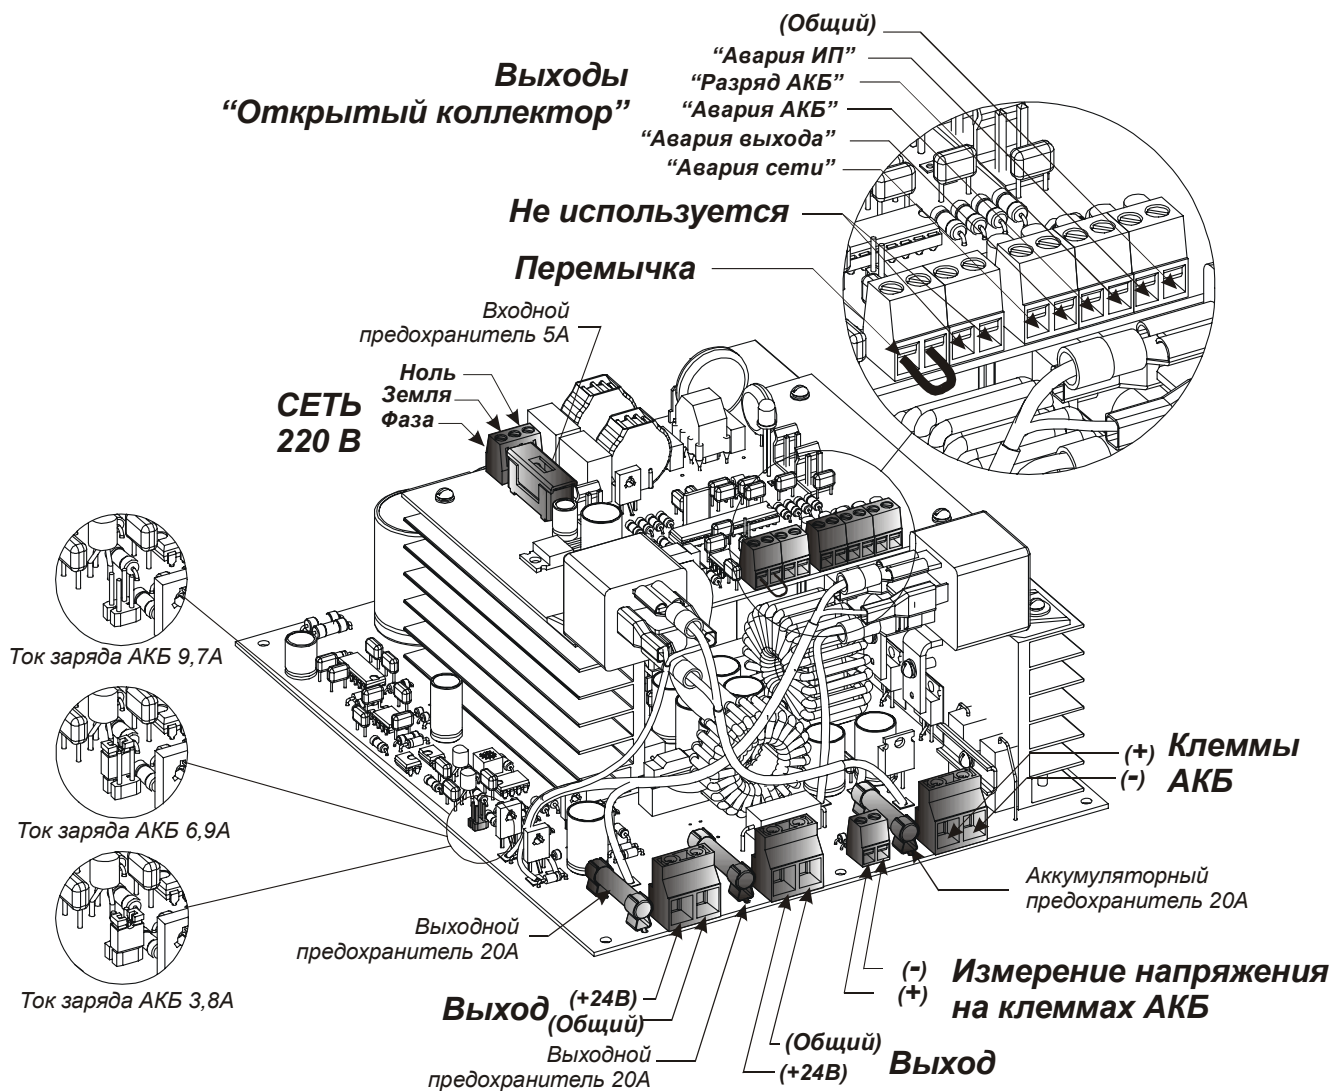

РИС.4
- выставить перемычками ток заряда АКБ (см. таблицу 3 и рисунок 4) ;